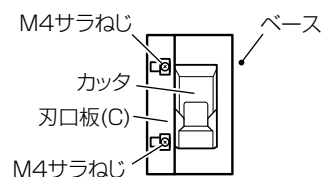

図 9
本体をうら返しし、M4 サラねじ (2 本) をゆるめ、刃口板 (C) を図 9 のようにカッタの刃先側面に当たらない程度に移動させて、M4 サラねじ (2 本) で締付け固定します。
(2) 刃幅 30 ~ 39 mm カッタの場合